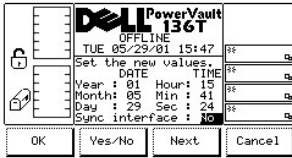

图 74. 设置 > 实用程序 > 日期/时间 > 同步对话框
- 1 如果按下**下一个**软键下方的按钮，则列表中的下一个字段将成为活动字段。如果下一个字段是最后的字段，请参见图 74。